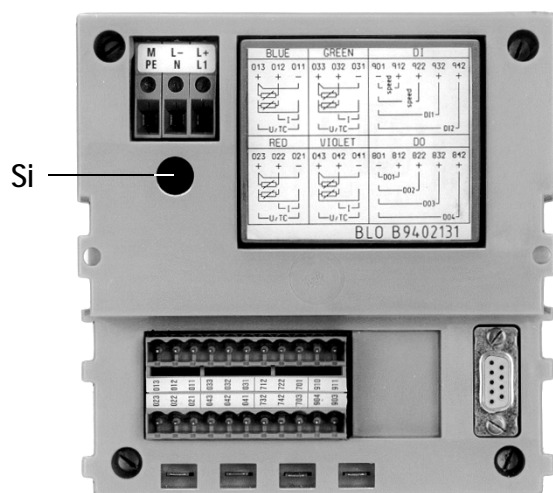

Bild 20 Sicherung Si erneuern
4.1 Sicherung erneuern (siehe Bild 20)